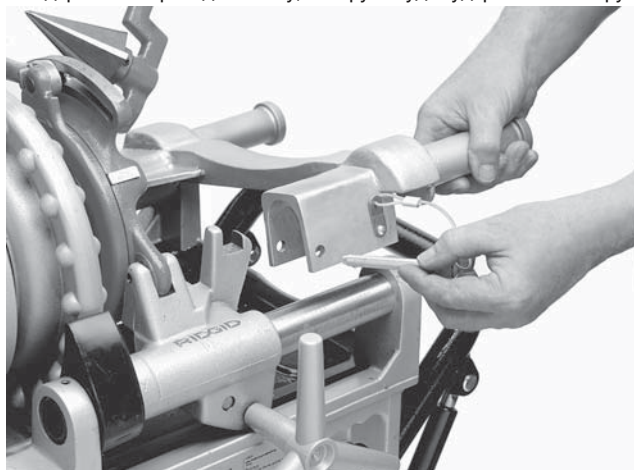

Рисунок 5 – Прикрепление держателя переходника к резьбонарезному станку 300 Compact
2. Поместите держатель переходника на направляющие станка 300 Compact и зафиксируйте с помощью прикрепленного штифта (рисунок 5).